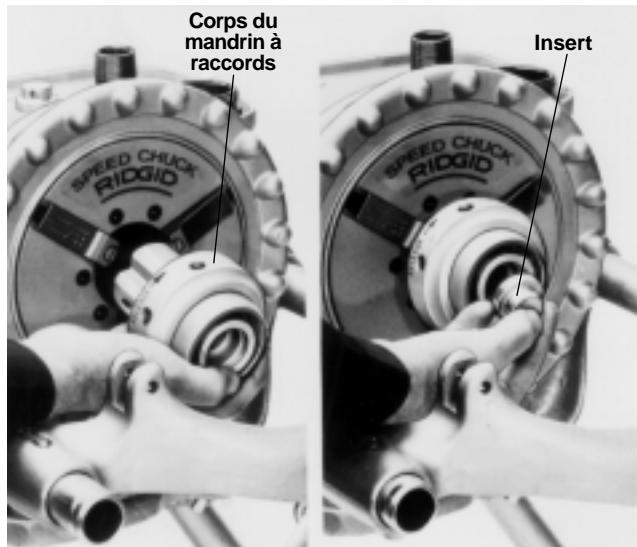

Figure 22 – Installation du corps du mandrin à raccords et de l'insert
2. Introduisez le corps du mandrin à raccords (*Figure 22*) dans le mandrin du moteur d'entraînement en serrant les mors dans les rainures.
3. Positionnez l'insert (*Figure 22*) avec sa petite extrémité vers l'adaptateur pour les tuyaux de  $\frac{1}{8}$ " à  $\frac{3}{4}$ ", sa grande extrémité vers celui-ci pour les tuyaux de 1", ou sans insert pour les tuyaux de  $1\frac{1}{4}$ " et plus.